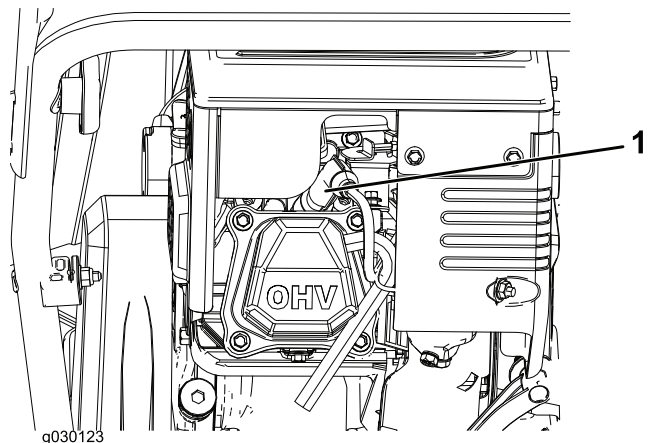

Figure 26
1. Enlevez le capuchon (Figure 26).